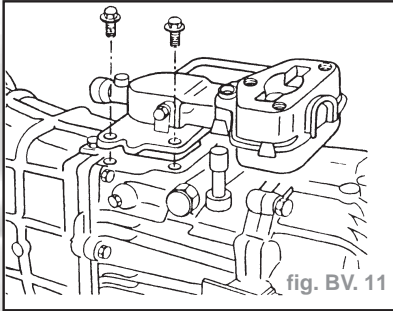

fig. BV. 11
- les quatre vis, clips de faisceau de câbles - retirer l'ensemble grille de guidage de la boîte de vitesses (fig. BV. 11).